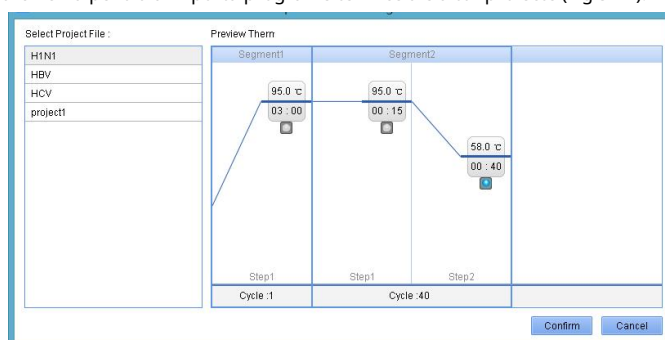

Fig 5-11
- ▶ Faceți clic pe **Import** în meniul pentru a importa programe termice ale altor proiecte (Fig 5-11).